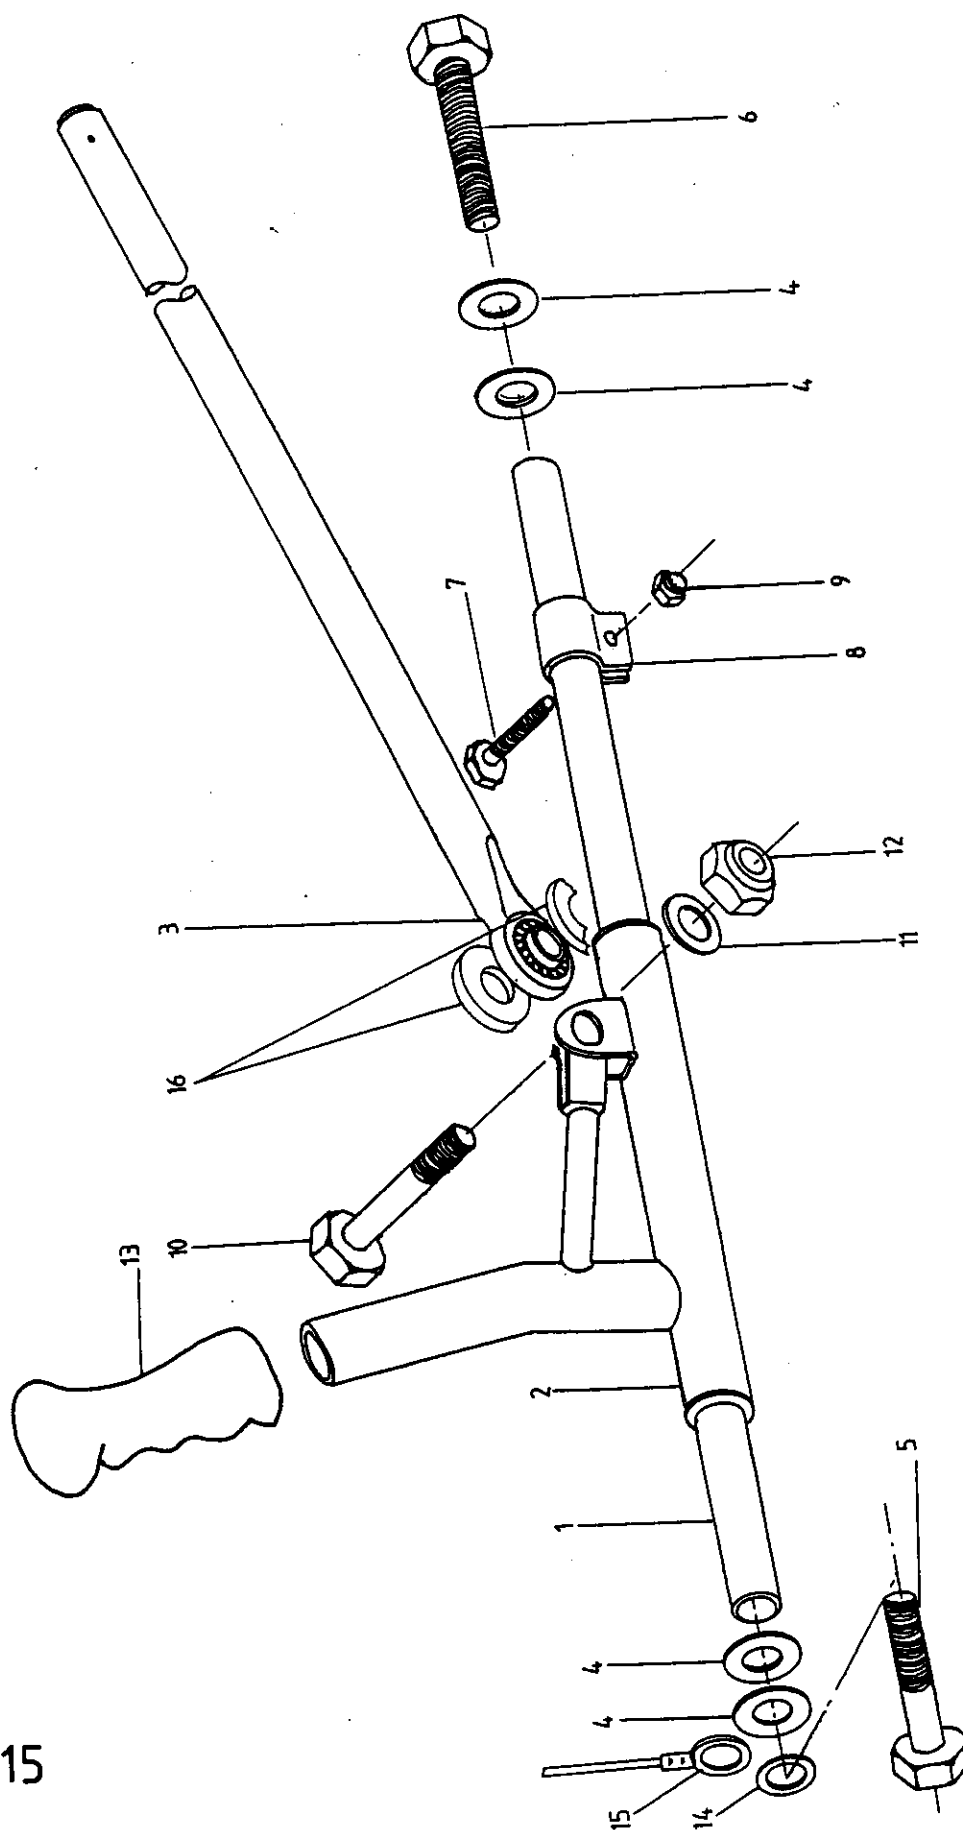

Figure 15
- Figure 15 : Commande de train dans la cabine